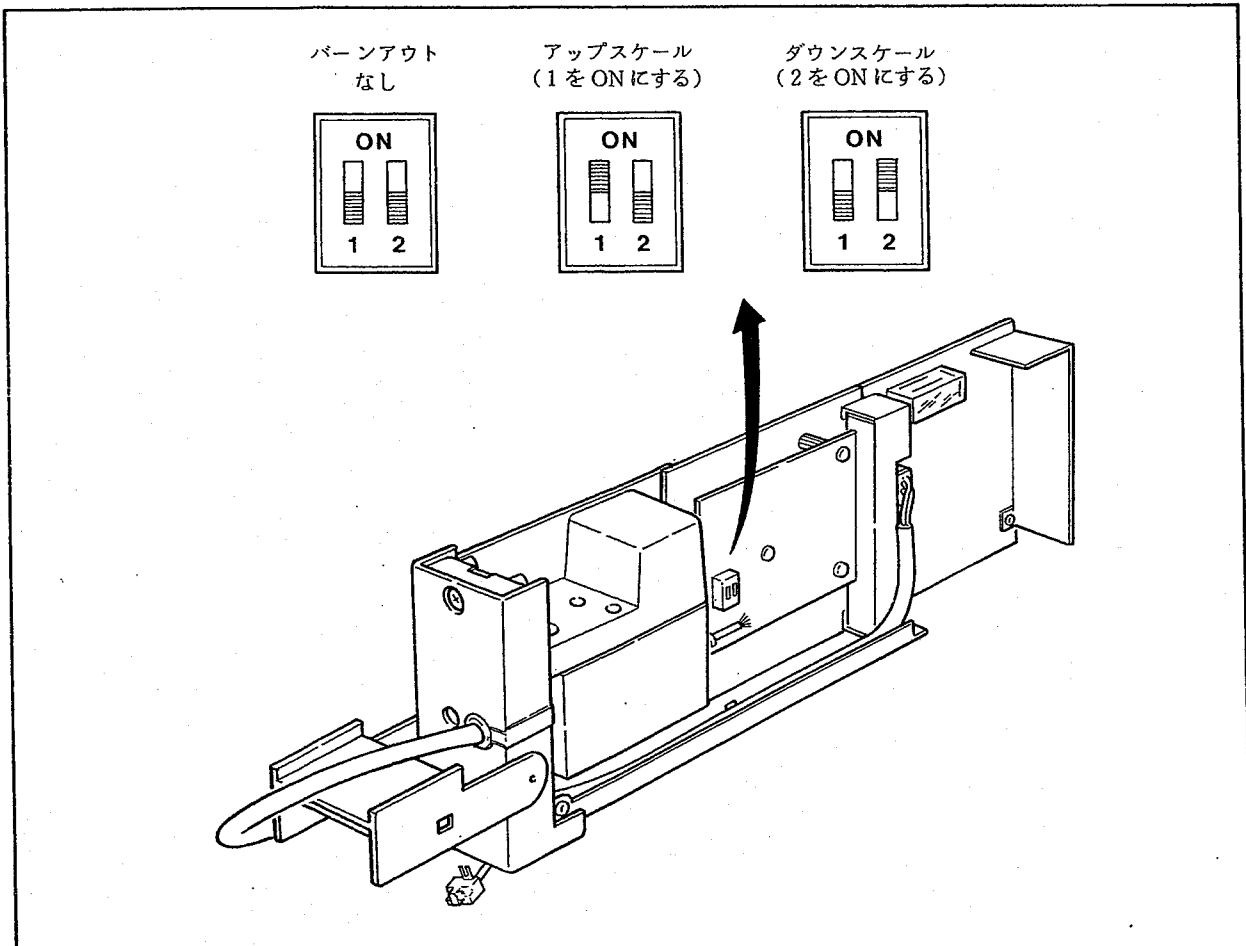

図 5.2 バーンアウトの動作の設定
- (1) 電源プラグをコンセントから引抜き、計器前面の内器固定ネジをゆるめたうえ、(Type Bを除く熱電対入力の場合は、RJCの固定ねじもゆるめます。) ラック・ケースから内器を引出し、内器の後部にあるヒューズ・ホルダに規定の電源ヒューズが確実に取付けられていることを確認してください。
- (2) 内器レンジ・カード上のバーンアウト動作切換スイッチが、ご希望の動作にセットされているかご確認ください。誤ってセットされている場合には、必要とする動作にセットしなおしてください(図5.2参照)。